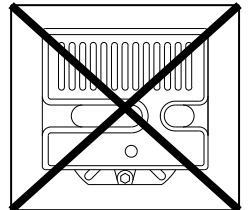

图8
- 燃烧器设计为仅能安装在位置 1, 2, 3 和 4 (图8)。